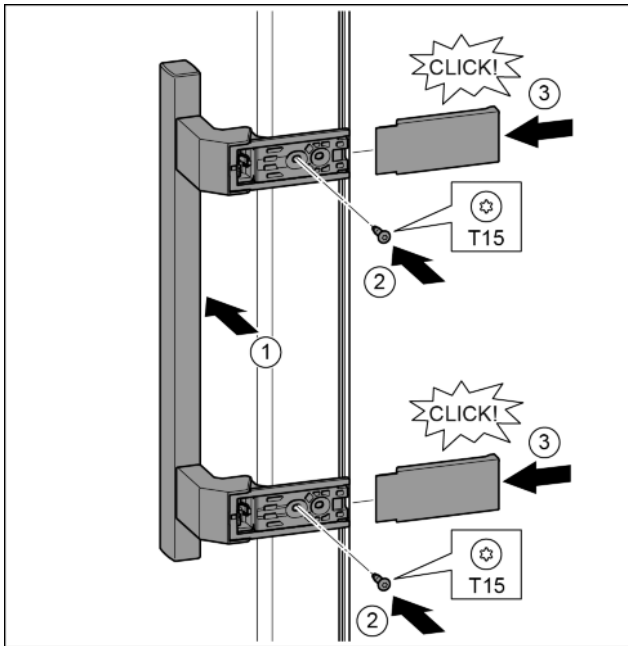

Fig. 17
- ▶ Držadlo nasadíte na opačnú stranu. Fig. 17 (1)
- ▶ Skrutkovačom T15 pevne zaskrutkujte skrutky. Fig. 17 (2)
- ▶ Kryt nasadíte a nasuňte z boku. Fig. 17 (3)